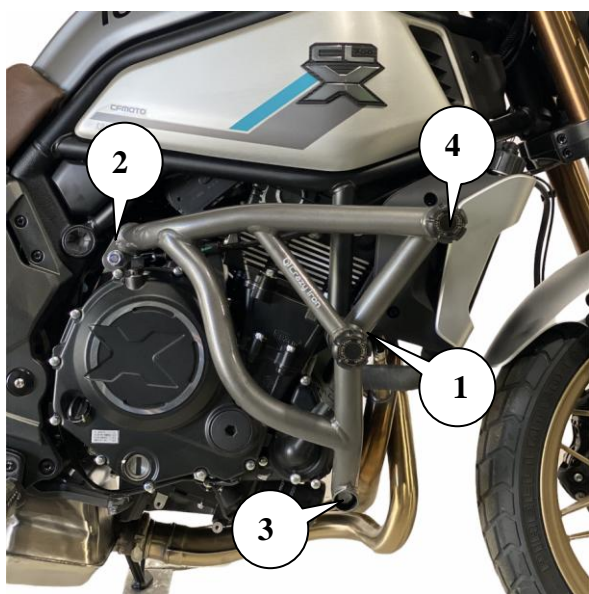

Рис.1. Установленная клетка вид справа
6. Совместите крепежные отверстия на мотоцикле с монтажным отверстием в клетке точки №2 (см. рис.1) на правой стороне мотоцикла. Клетка при этом предварительно зафиксирована в точке №1.